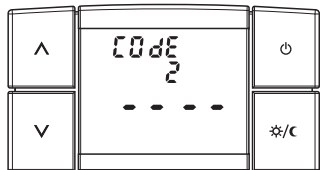

fig. 46
- **Appuyer neuf fois sur la touche**  pour accéder à la page de visualisation d'insertion du mot de passe. L'écran affichera l'inscription « **COde 2** » et « **- - - -** » (fig. 46).